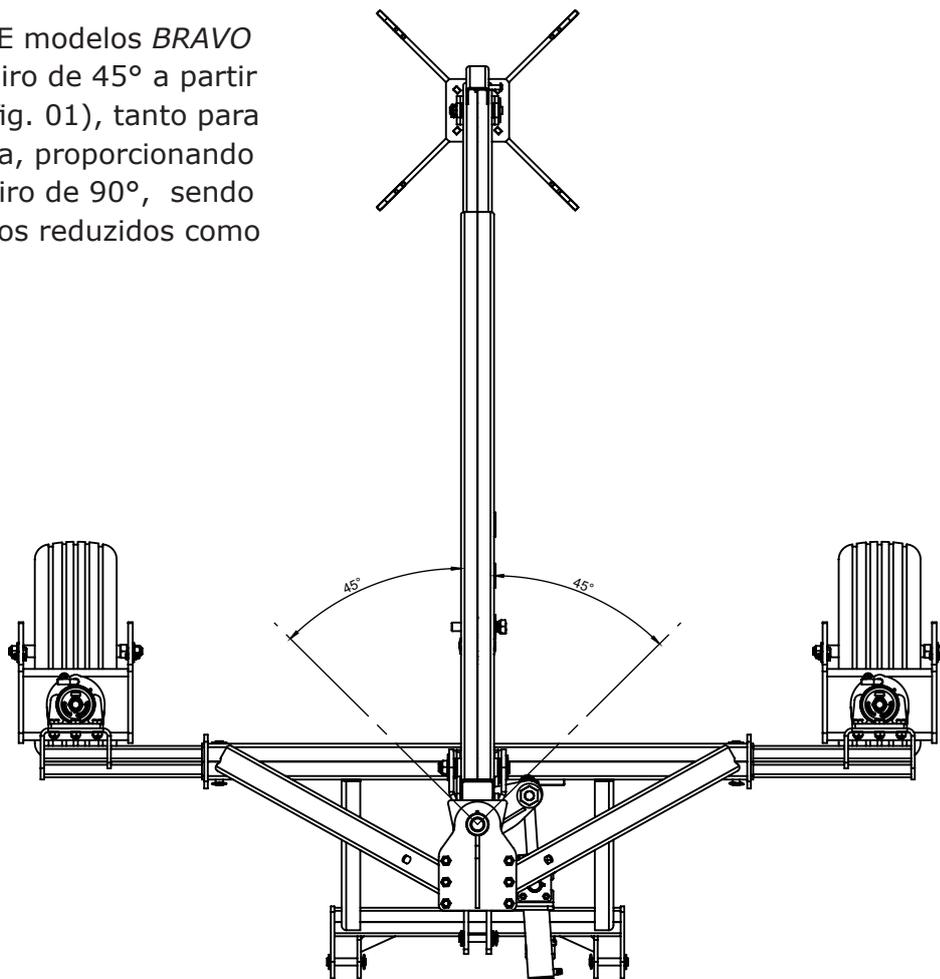

fig. 01
**OBS.:** Os Guinchos ACOPLE modelos BRAVO 2000 possuem um ângulo de giro de 45° a partir da posição central da lança (fig. 01), tanto para a direita como para a esquerda, proporcionando assim um ângulo total de giro de 90°, sendo ideal para trabalhos em espaços reduzidos como pomares ou interiores.